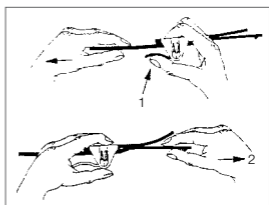

Рис. 5. Облегченный обруч Lightweight.
Регулировка **облегченного обруча (рис. 5)**: чтобы настроить размер головы, обруч можно расширить с помощью рычага (1) и затянуть, потянув за свободный конец (2).